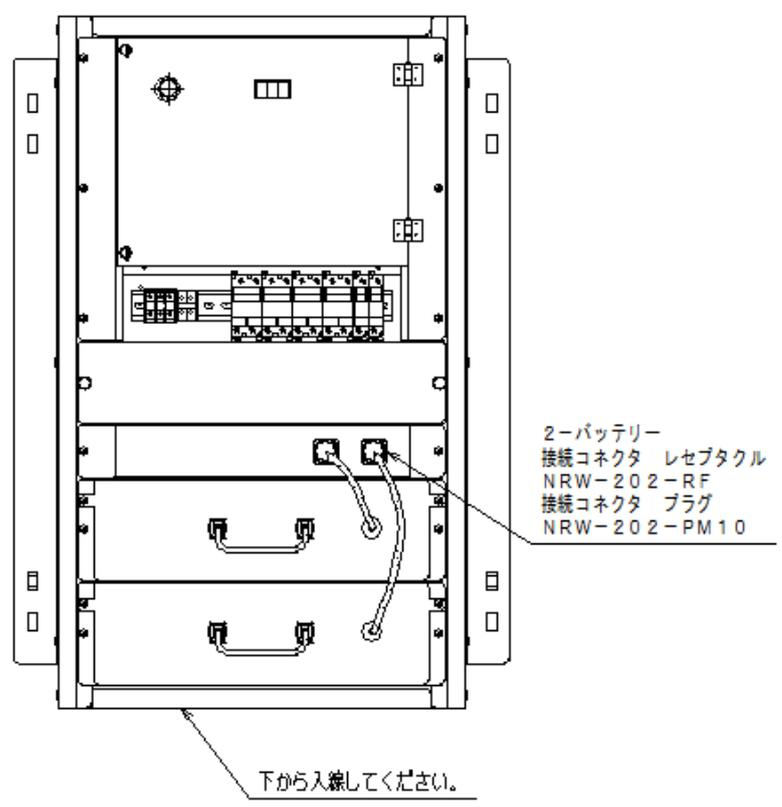
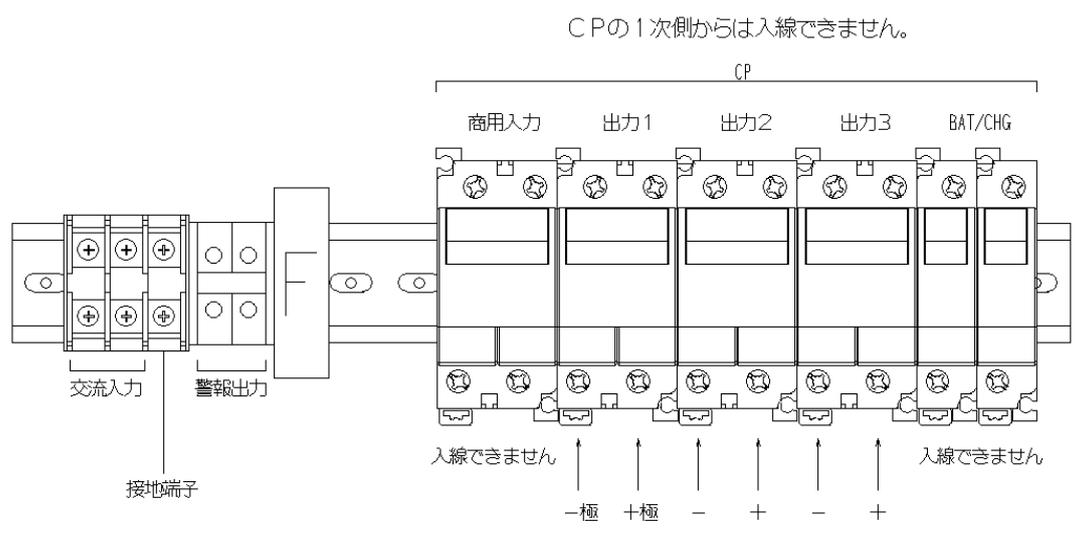

図1 入線参考
図2 配線端子
・ 図1 は入線口、図2 は配線端子の参考図を示します。
① 図1に示すように底面側の通気口を入線に使用してください。
③ 本機の底面の入線口を通して、交流入力線、警報出力線、直流出力線、接地線を入線してください。
④ 図2の配線端子を参照して、交流入力線、警報出力線、直流出力線、接地線を接続してください。